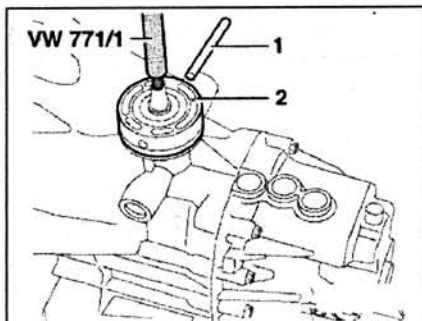

Рис. 4.38. С помощью пробойника выбейте палец **1** крепления рычага переключения передач и снимите рычаг **2** с помощью приспособления Vw 771/1.
12. С помощью пробойника выбейте палец **1** крепления рычага переключения передач и снимите рычаг **2** с помощью приспособления Vw 771/1 (рис. 4.38).